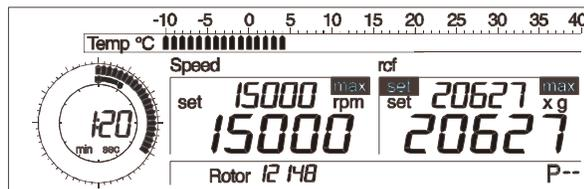

Abb. 5.15: Einstellung der Relativen Zentrifugalbeschleunigung
- Drehen Sie den linken Drehknopf, bis im Anzeigenfeld "set" unter dem Parameter "rcf" erscheint (Abb. 5.15).